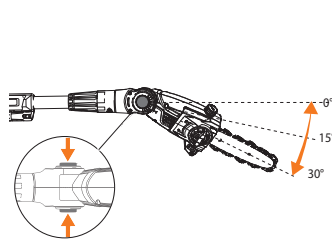

Рис. 13
- Регулировка угла наклона насадки пилы доступна в пяти положениях для изменения угла в пределах 0° / 30° . Для изменения угла – зажмите кнопку фиксатора и установите в необходимое положение, после чего отпустите кнопку для фиксации (Рис. 13).